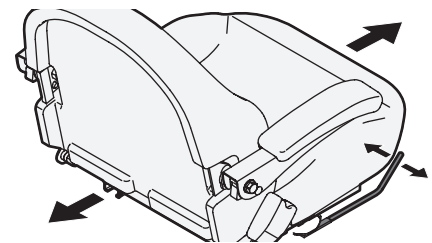

Figure 22
3. Relâchez le levier. Assurez-vous que le siège est bien dans la bonne position et bloqué avant d'utiliser l'appareil. Voir Figure 22.